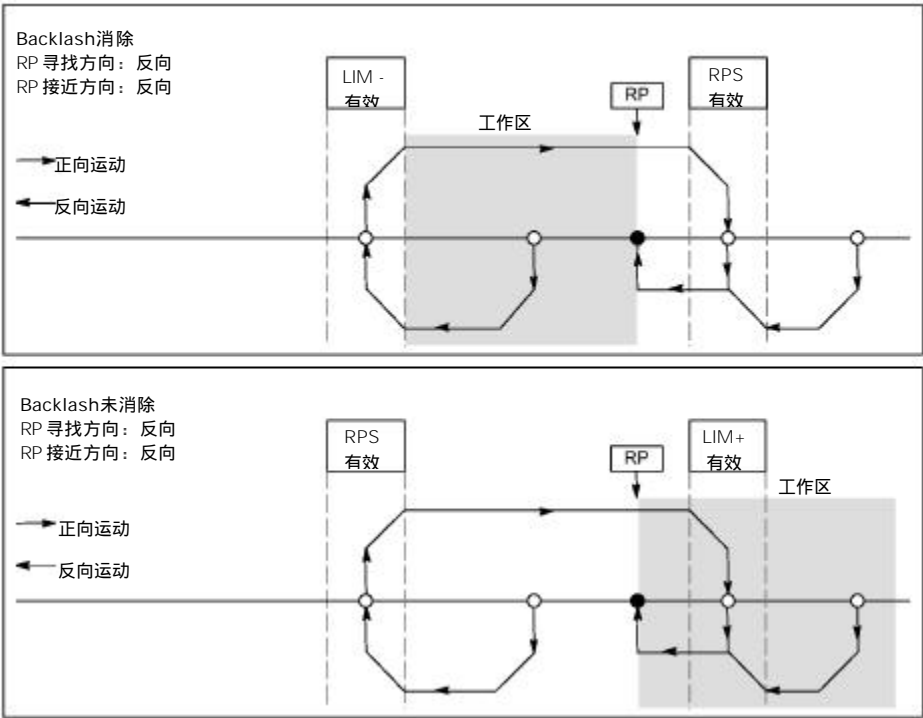

图 9-18 消除 Backlash 和未消除 Backlash 的工作区位置
图 9-18 所示为工作区与参考点 (RP)、RPS 有效区以及限位开关 (LIM+ 和 LIM-) 之间在接近方向上能够消除 backlash 的关系。图中的第二部分工作区的位置不能够消除 backlash。图 9-18 所示为 RP 寻找模式 3。其它的 RP 寻找模式的每个搜寻顺序也可以有类似的工作区位置，但不推荐。